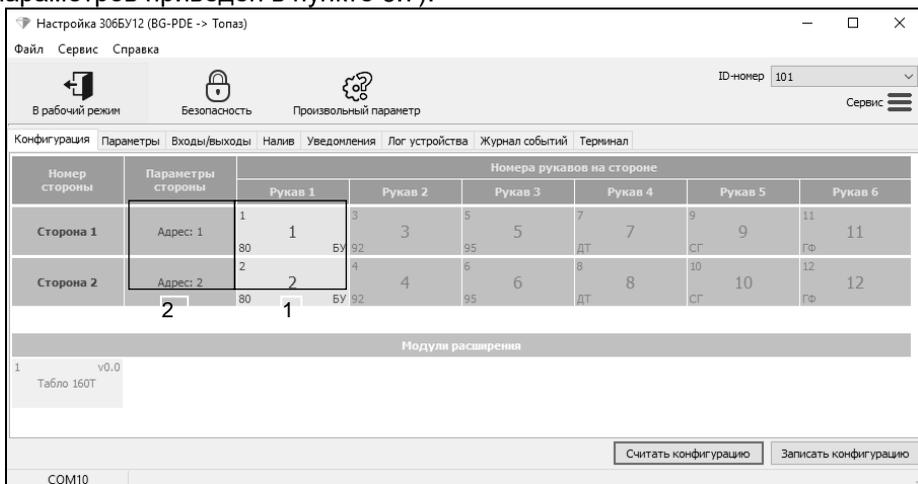

Рисунок 3
6.3 На первой вкладке программы считать конфигурацию устройства, нажав соответствующую кнопку (рисунок 3). Настроить параметры устройства: сетевой адрес, режим работы и вид топлива (полный перечень параметров приведен в пункте 6.7).
|                               | Адрес стороны колонки   | 1 – 255  | см. рисунок 3                   |